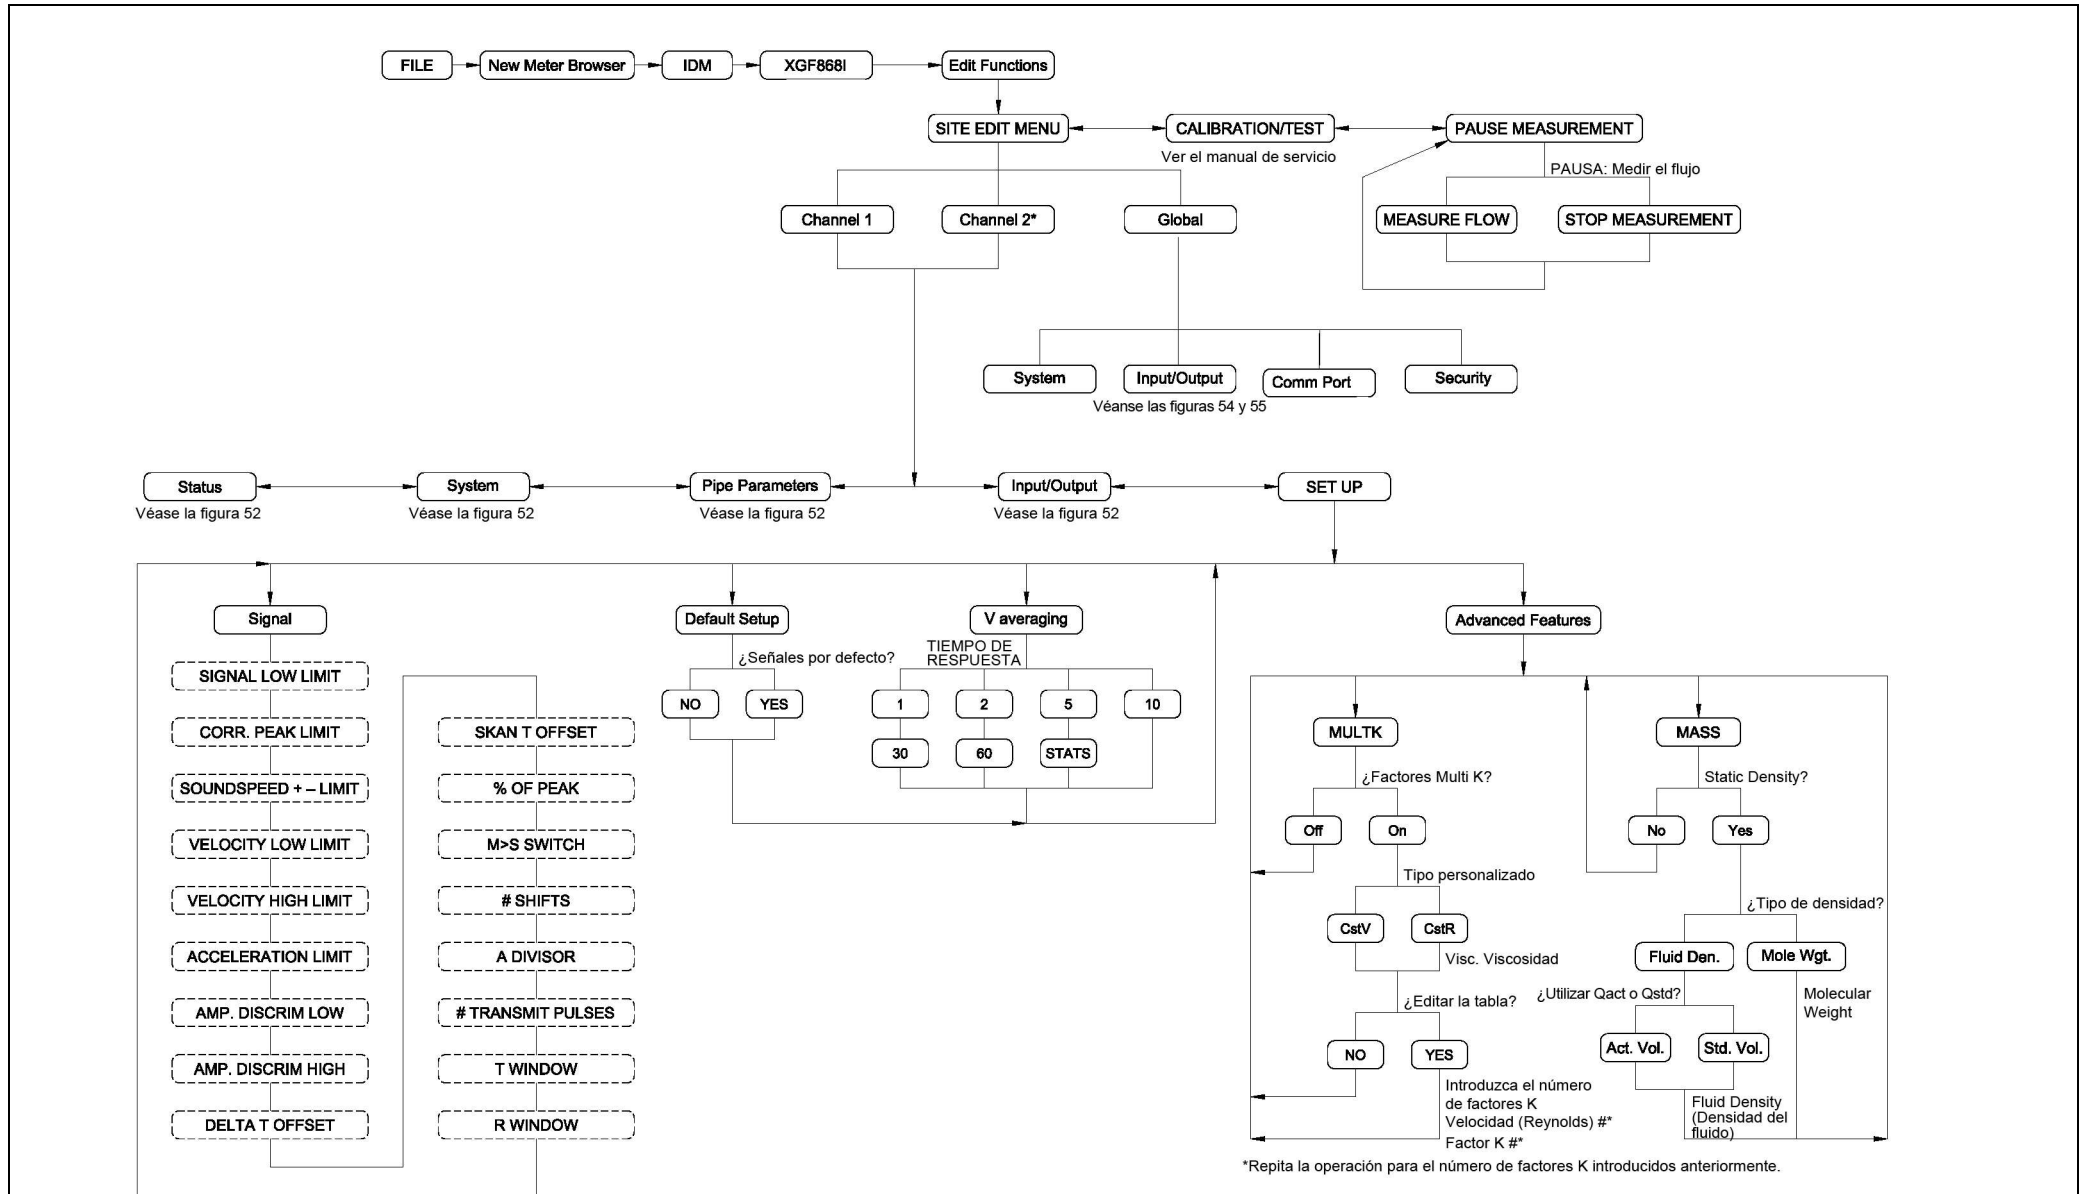

Figura 56: PanaView PROG > Chx > Menú SETUP
- Figura 56, "PanaView PROG > CHx > Menú SETUP", en la página 108